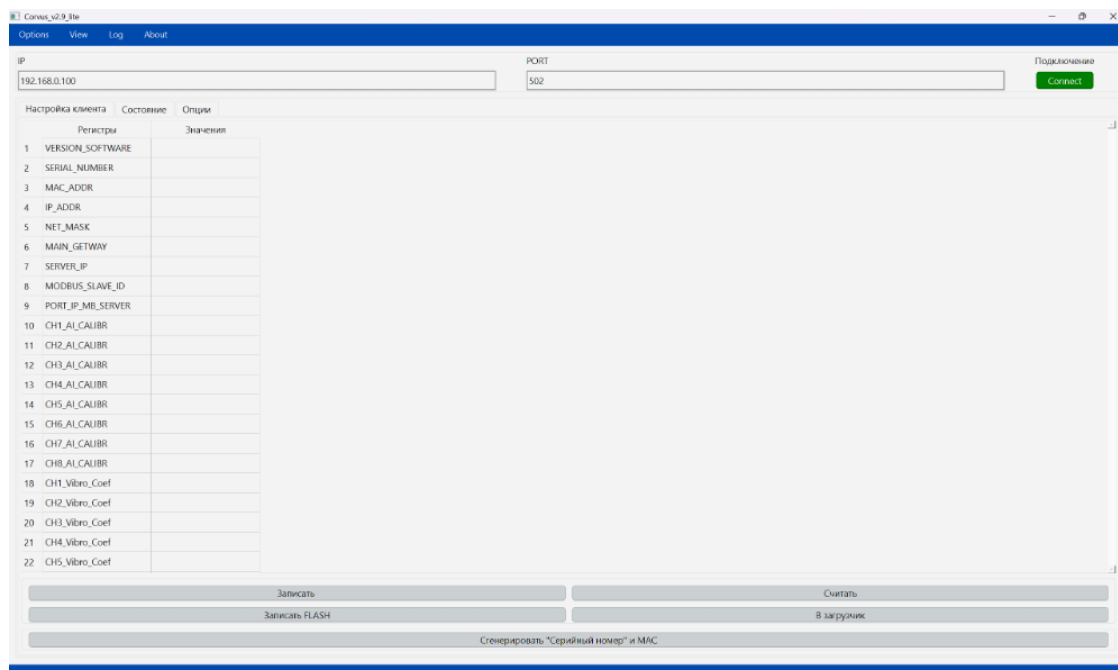

Рисунок 5 – Подключение к устройству по IP-адресу через ПО Corvus
4. В поле IP ввести исходный IP адрес устройства – 192.168.0.100 и нажать зеленую кнопку «Connect» (Рисунок 5).